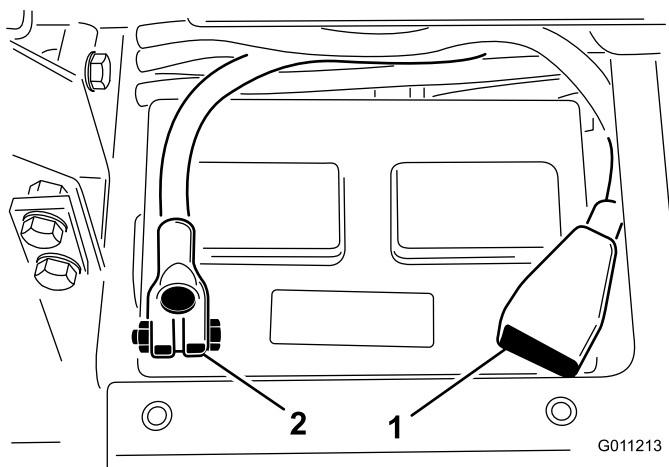

Рисунок 5
8. Подсоедините положительный кабель (красный) к положительной клемме (+), а отрицательный кабель (черный) к отрицательной (-) клемме аккумулятора и закрепите их болтами и гайками (**Рисунок 5**). Убедитесь в том, что положительная (+) клемма полностью надета на штырь и кабель